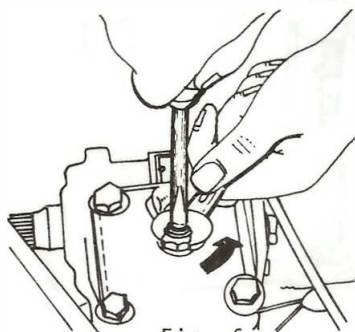

Fig. 6
- b. Saque la tuerca-seguro del tornillo de ajuste del sector (fig. 6).